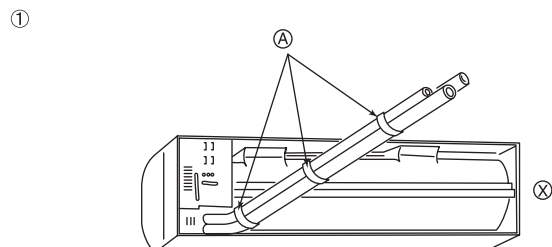

Fig. 3-4
① Far passare una corda attraverso il foro e fissarla al pannello di montaggio.
② La messa a livello può essere ottenuta facilmente sospendendo un peso alla corda ed allineando questa con il segno di riferimento.
① Tubi posteriore, destro ed inferiore (Fig. 3-4)